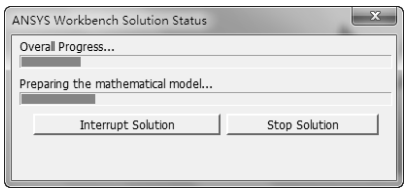

图 6-31 求解进度条
1) 单击工具栏上的【Solve】按钮  Solve ▾，启动求解，系统弹出进度条，表示正在求解。求解完成后进度条自动消失，如图 6-31 所示。